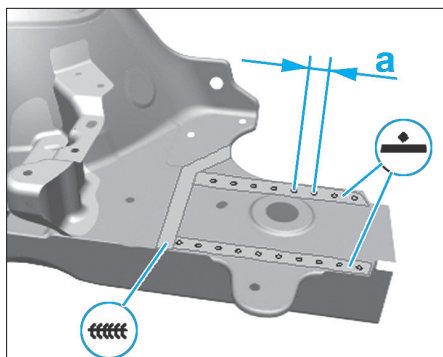

FIG. 24
- Avant de procéder à l'ajustage et au soudage de la tôle de recouvrement du longeron, appliquer de la colle bicomposant pour carrosserie (Fig.24).